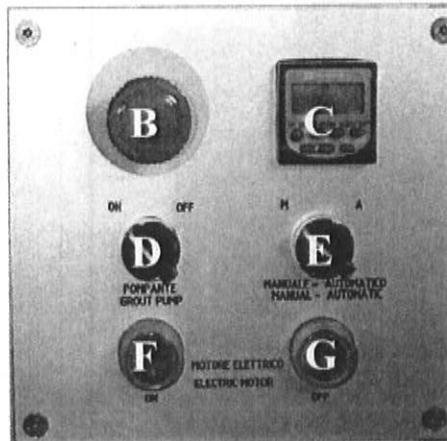

Figura 5.2
2. seleccionar el tipo de ciclo **Automático** o **Manual** interviniendo en el selector E (figura 5.2):
El valor de capacidad puede al contrario deducirse en función del número de golpes indicado por el contador de golpes (C en la figura 5.2): con recorrido de 200 mm, por ejemplo, a cada golpe corresponden 5 litros de material inyectado.